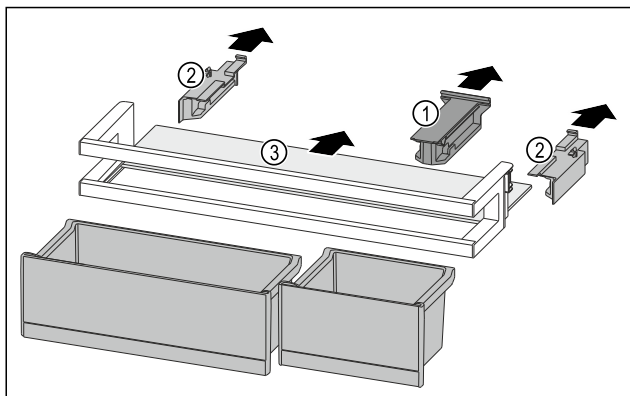

Fig. 202
- Dra ut fästdelen Fig. 202 (1).
- Dra av sidodelarna Fig. 202 (2).
- Ta ut hyllan Fig. 202 (3).